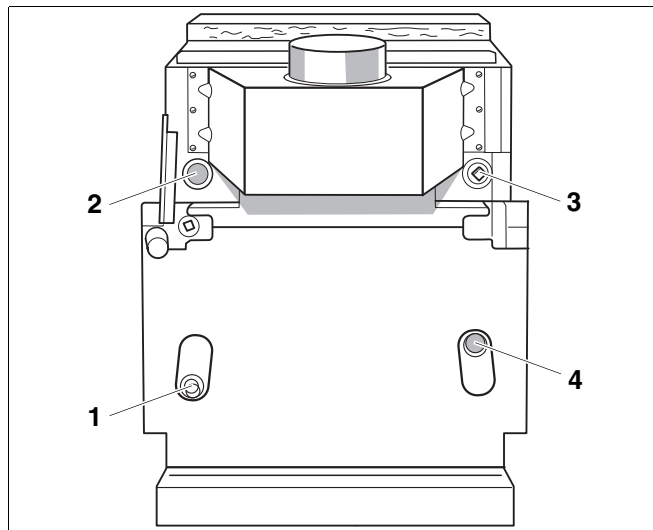

Рис. 10 Подключение водяного контура
- Подключите приборы безопасности на подающей предохранительной линии вне области прерывателя тяги, см. Рис. 10 стр. 20.